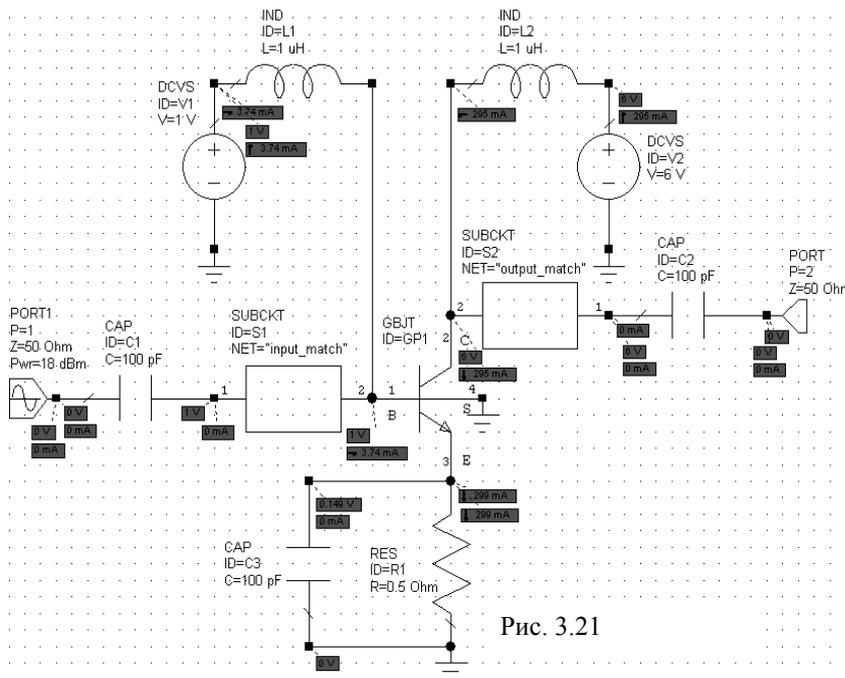

Рис. 3.21
вой кнопкой мышки по элементам **PORT2** и **CAP ID=C1**, чтобы выделить их. Установите курсор на один из выделенных элементов, нажмите левую кнопку мышки и подключите эти элементы к узлу 1 подсхемы **output match**, как показано на рис. 3.21.
12. Дважды щёлкните левой кнопкой мышки по значению параметра **Pwr=23 dBm** элемента **PORT1**. Откроется окно редактирования значения. Наберите **18**, чтобы изменить значение **23** на **18 dBm**. Полученная схема показана на рис. 3.21.